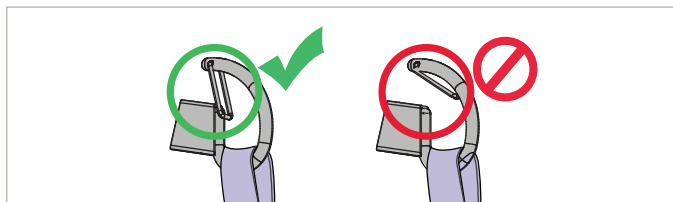

Fig.4
- Os trincos estão corretamente fechados (consulte Fig. 4).